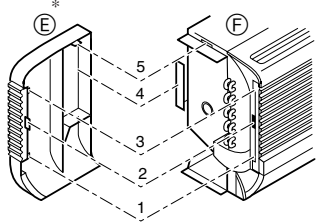

Fig. 3-9
* Aufbau der Seitenplatte und des Gerätekörpers (Fig. 3-9)